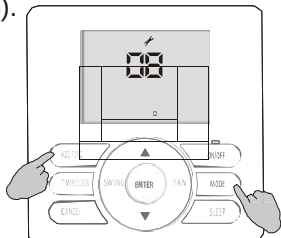

Рис. 4
1. Одночасно натисніть і утримуйте кнопку режиму та кнопку ADD. FUNC. (ДОДАТКОВА ФУНКЦІЯ) упродовж 3 с. Символ  і номер параметра почнуть блимати одночасно (див. рис. 4).